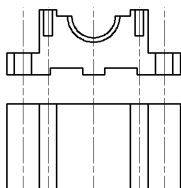

图 9-60 绘制直线
- 11 使用【直线】命令, 根据主视图轮廓, 并配合【对象捕捉】绘制如图 9-60 所示的直线。